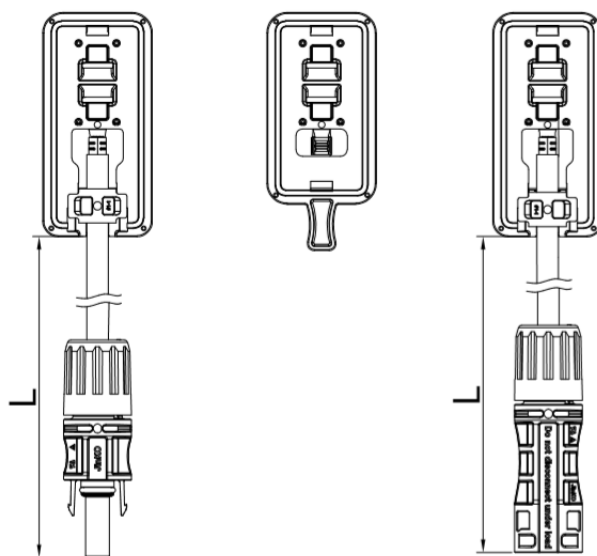

图13 半片/透明背板双面组件接线盒
- k) 接线盒引出线缆的长度依照组件规格书和客户的设计方案要求制定。请在设计布线之前考虑引出线的长度 (图13)；